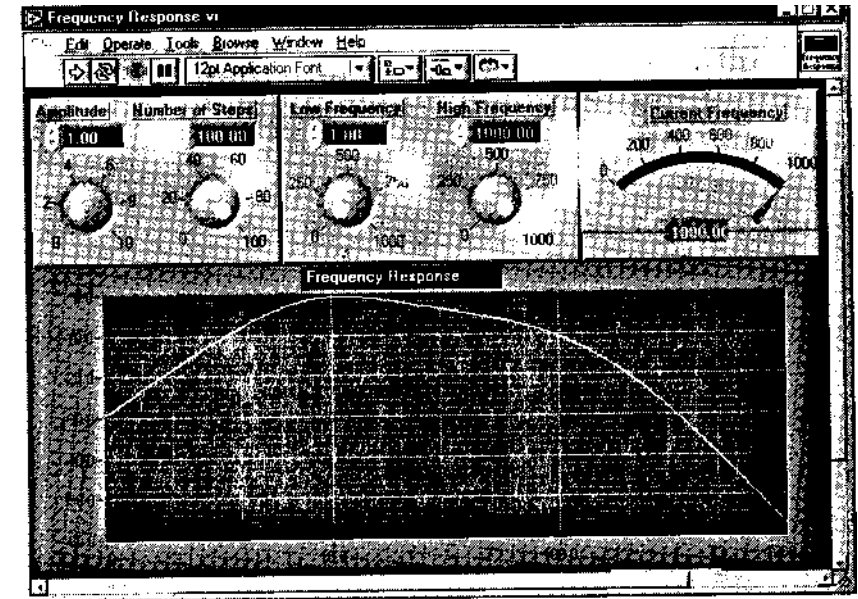

Рис. 1.11
2. Выберите **каталог EVERYONE**, а в нем - библиотеку **CH1.LLB**. Затем дважды щелкните по виртуальному прибору **Frequency Response.vi**. (Если у вас полная версия LabVIEW, этот пример находится в директории `examples /apps/freqresp. lib.`) Появится лицевая панель, изображенная на рис. 1.11.